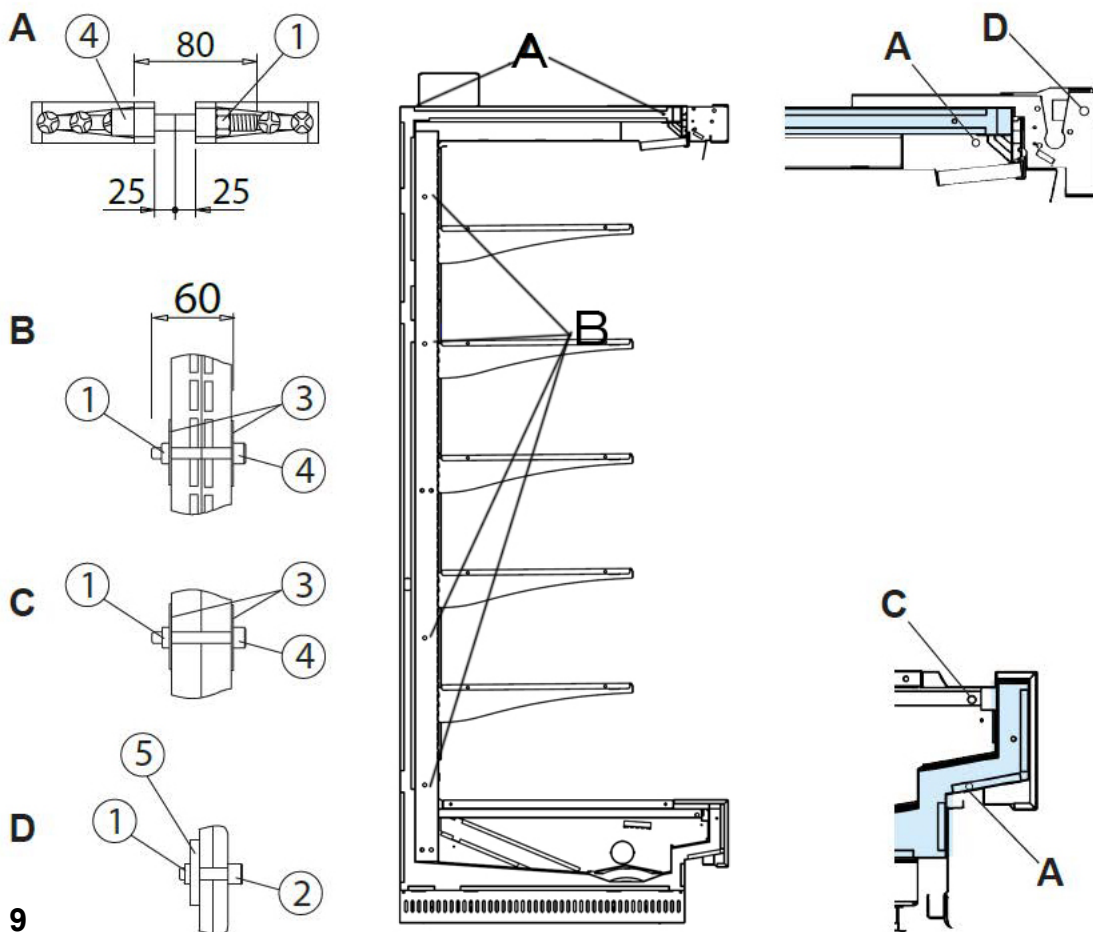

Рис. 9
**11. Соединение витрин в канал (Рис. 9)\* - технический специалист.**